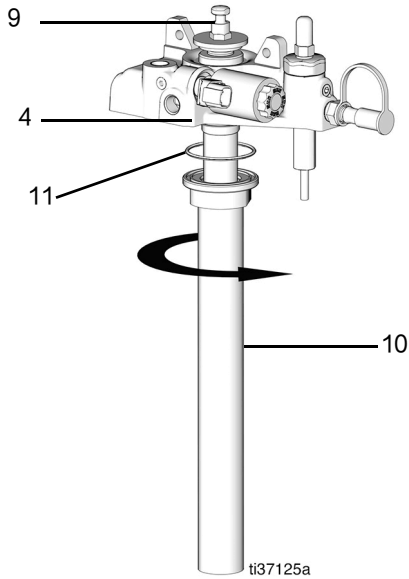
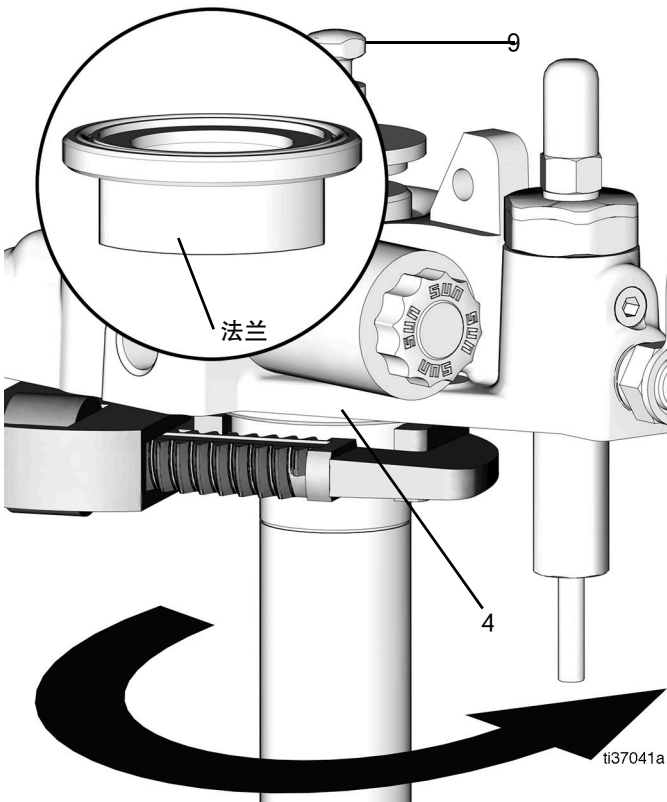

图 65
图 66
- 25. 更换 O 形圈 (11) 并稍微润滑 (图 65)。
- 26. 将管中管 (10) 滑到组件上, 直抵泵外壳。拧紧法兰, 直至力矩达到 40 英尺-磅/54.2 牛·米 (图 65 和图 66)。